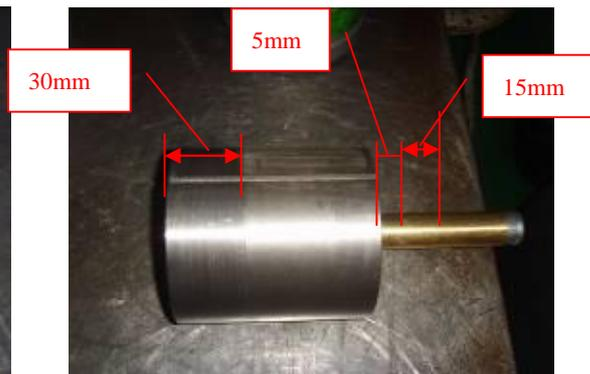

图 12 柱塞润滑脂涂抹位置
**步骤 7:** 完成以上步骤后, 在装回前柱塞头部圆周 (图 12 中 30mm 范围) 与顶杆 (图 12 中 15mm 范围) 均匀涂少许润滑脂, 可用二硫化钼, 注意涂抹薄薄一层 (厚度约 0.05mm) 即可。